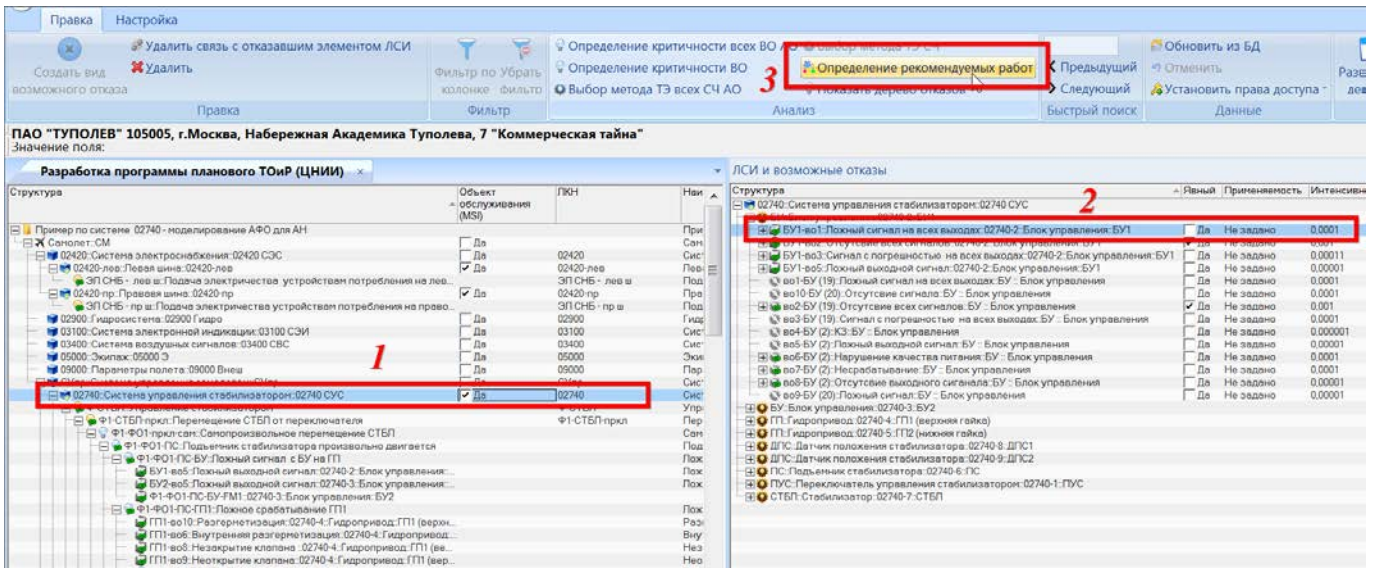

Рис. 11-152 – Открытие связанного окна для выбора плановых работ
- 5) Нажать кнопку «Определение рекомендуемых работ» (рис. 11-152).